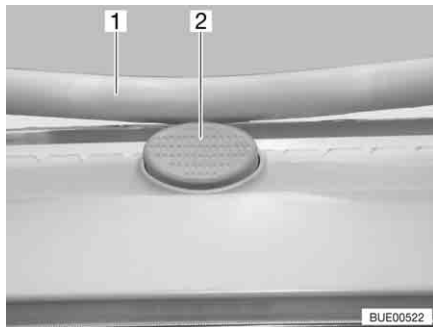

Fig. 111 Bouton de sûreté sur le lanterneau Heki
- Appuyer sur le bouton de sécurité (Fig. 111,2) et tirer l'étrier (Fig. 111,1) vers le bas avec les deux mains.
- Pousser l'étrier vers le haut avec les deux mains jusqu'à ce que ce dernier se trouve au-dessus du bouton de sûreté (Fig. 111,2).